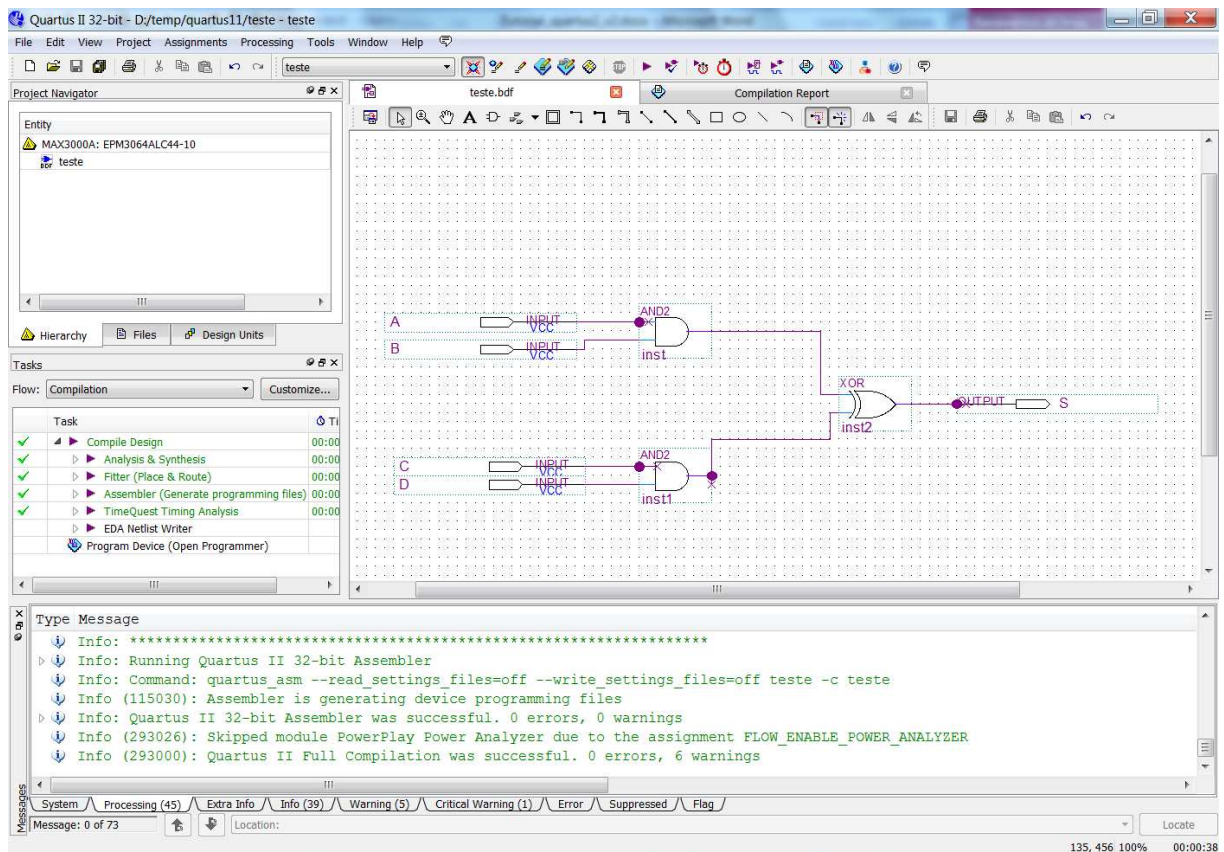

Figura 15 - Ícone “Start Compilation” da Barra de Tarefas do Quartus II – Altera
- Compile o projeto. Para isso clique em **Processing -> Start Compilation**, ou clique no item de compilação na janela principal, como mostrado na Figura 15. Esse processo é bastante complexo e pode demorar vários segundos para ser concluído. Na janela de status é possível acompanhar a evolução de cada uma das etapas de compilação.